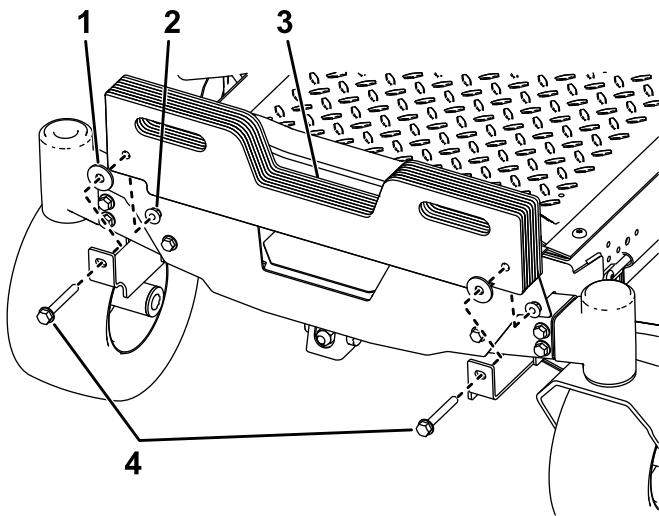

Figure 5
2. Fixez les masses à poignée sur les supports de montage au moyen de 2 boulons ($\frac{5}{8}$ " x $2\frac{3}{4}$ "), 2 rondelles et 2 contre-écrous ($\frac{3}{8}$ "), comme montré à la Figure 5.